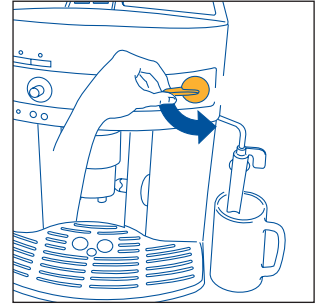
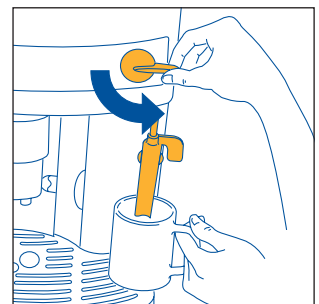
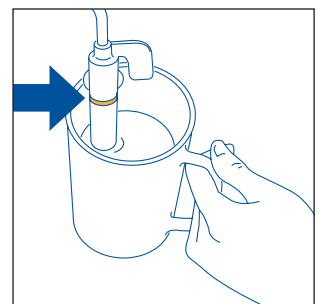

Abb.5
Abb.23
Abb.24
3. **SOFORT DANACH, INNERHALB VON 30 SEKUNDEN**, den Dampfdrehknopf nach links bis zum Anschlag drehen (Abb. 5) (es ist vollkommen normal, wenn hierbei die Maschine laut wird).
- Den Dampfdruckknopf um eine halbe Umdrehung nach links bis zum Anschlag drehen (Abb. 5): Das heiße Wasser tritt aus dem Milchaufschäumer heraus und läuft in den darunter stehenden Behälter.
- **Sofort danach, und zwar innerhalb von maximal zwei Minuten** (andernfalls kehrt die Maschine wieder automatisch zur Funktion „Kaffee“ zurück), den Milchaufschäumer in das Gefäß mit der Milch eintauchen (Abb. 23), wobei darauf zu achten ist, dass die auf dem Milchaufschäumer eingeprägte Linie nicht eingetaucht wird (angezeigt durch den Pfeil in Abb. 24). Dann den Dampfdrehknopf um eine halbe Umdrehung nach links bis zum Anschlag drehen (Abb. 5). (Passen Sie auf, dass Sie sich nicht verbrühen). Aus dem Milchaufschäumer entweicht der Dampf, der die Milch aufschäumt und ihr eine cremige Konsistenz verleiht. Um einen cremigeren Milchschaum zu erhalten, den Milchaufschäumer in die Milch eintauchen, und das Gefäß langsam von unten nach oben bewegen. (Es wird empfohlen, nicht länger als 2 Minuten Dampf zu beziehen).